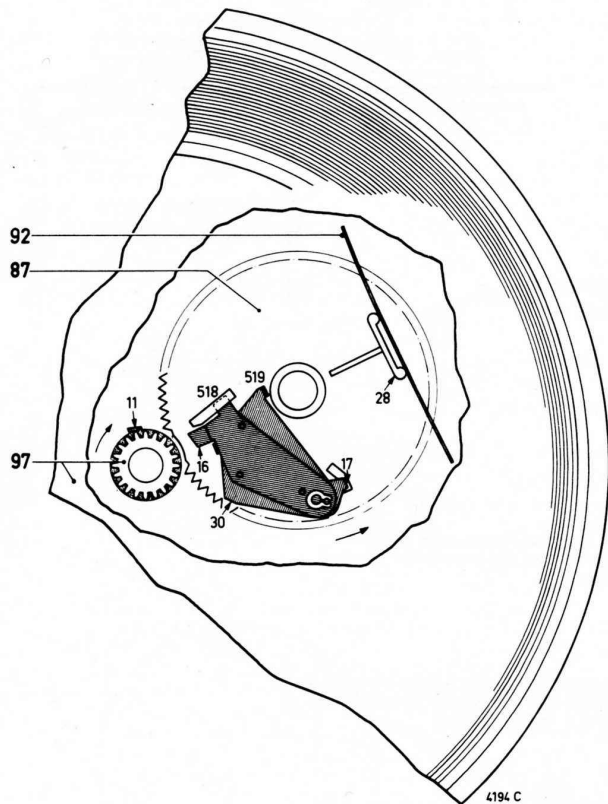
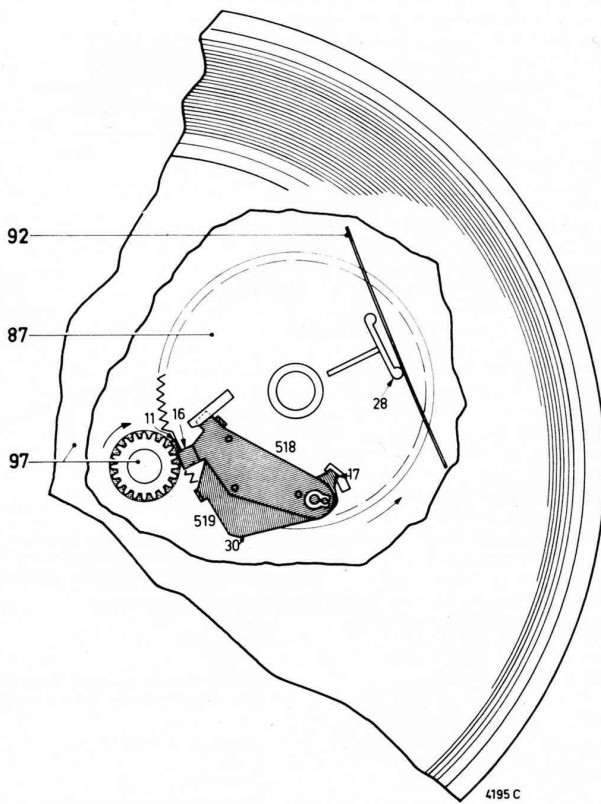
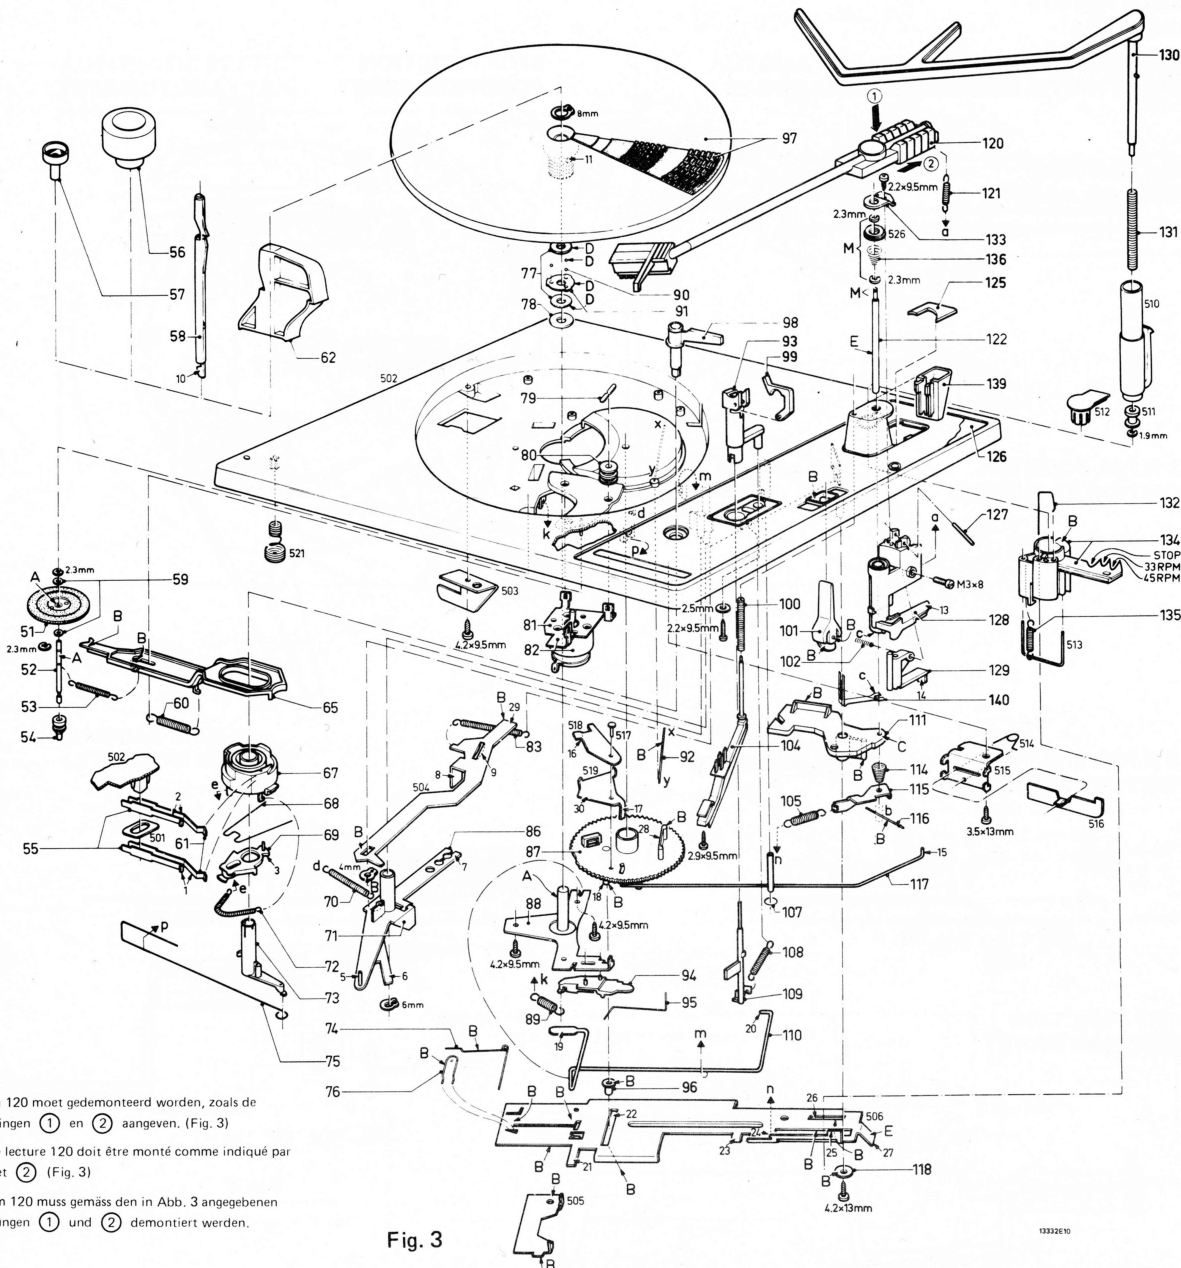

Fig. 1
Fig. 2
Fig. 3
AUTOMATISCHE WISSELWERKING (fig. 1, 2 en 3)
Plaats liftknop 101 in de gedaalde stand (Fig. 3). Beugel 10 van wisselpen 58 wordt door veer 74 vergrendeld. Lip 19 van schakelbeugel 110 wordt door beugel 10 van wisselpen 58 omhooggedrukt, zodat lip 20 van schakelbeugel 110 vrijkomt van blokkeerbeugel 504. Draai knop 98 naar stand 33 of 45. In stand 33 worden de kontakten 1 van de schakelveren 55 en 61 door knopschijf 67 gesloten. Motor 82 gaat 33 omw/min draaien. In stand 45 worden de kontakten 1 en 2 van de schakelveren 55 en 61 door knopschijf 67 gesloten. Motor 82 gaat dan 45 omw/min draaien. Tevens wordt blokkeerbeugel 504 in stand 45 door knopschijf 67 verplaatst, hetgeen noodzakelijk is voor de opzetcyclus. In stand 33 wordt blokkeerbeugel 504 niet verplaatst en heeft dus al de juiste instelling voor de opzetcyclus. Wielte 4 van beugel 65 komt door knopschijf 67 uit zijn arrêr, zodat tussenwielas 52 met tussenwiel 51 door veer 53 naar de poelie van de motor 82 getrokken wordt.
De draaitafel 97 gaat nu draaien via tussenwiel 51. Pen 5 van stopbeugel 71 komt vrij. Stopbeugel 71 wordt door veer 70 achter lip 3 van beugel 69 vergrendeld. Lip 6 van beugel 86 brengt schakelbeugel 109 in een andere stand. Door nu knop 98 met knopschijf 67 naar start te draaien, wordt schakelstuk 94 door stang 75 verdraaid en door veer 89 in zijn arrêr getrokken. Knop 98 met knopschijf 67 komt door veer 68 weer in stand 33 of 45 te staan. Veer 95 verdraait tasterstang 117. Tasterstang 117 komt tegen lip 17 van schakelplaat 519 en verdraait deze. Fig. 1 toont de situatie voordat lip 17 van schakelplaat 519 verdraaid wordt. De gekoppelde meenemer 518 wordt ook verdraaid. Lip 16 van meenemer 518 komt nu in aanraking met nok 11 van de draaiende draaitafel 97. Fig. 2 toont de situatie na het verdraaien van schakelplaat 519 en meenemer 518. De kommandoschijf 87 komt uit zijn arrêr, welke tot stand komt door veer 92 en nok 28 van kommandoschijf 87. De kommandoschijf 87 wordt nu door de tandas van draaitafel 97 aangedreven, zodat de automatische wisselwerking is ingeleid. Nok 18 van kommandoschijf 87 is excentrisch opgesteld, zodat bij het rond-draaien van de kommandoschijf 87, de kommandobeugel 506 rechtlijnig zal worden voortbewogen. Kommandobeugel 506 gaat nu naar achter (richting p.u. arm 120).
ECHANGE AUTOMATIQUE (fig. 1, 2 et 3)
Placer le bouton lève-bras 101 en position abaissée (Fig. 3). L'étrier 10 de la broche d'échange 58 est bloqué par le ressort 74. La languette 19 de l'étrier de commutation 110 est poussée vers le bas de l'étrier 10 de la broche d'échange 58, de sorte que la languette 20 de l'étrier de commutation 110 se dégage de l'étrier de blocage 504. Tourner le bouton 98 en position 33 ou 45. En position 33, les contacts 1 des ressorts de commutation 55 et 61 sont fermés par la rondelle à bouton 67. Le moteur 82 tourne à 33 tours/min. En position 45 tours, les contacts 1 et 2 des ressorts de commutation 55 et 61 sont fermés par la rondelle à bouton 67. Le moteur 82 tournera alors à 45 t/min. Le moteur 82 tourne à 33 tours/min. L'étrier de blocage 504 en position 45 est déplacé par la rondelle à bouton 67, ce qui est nécessaire pour le cycle de mise en position. En position 33 tours, l'étrier de blocage 504 n'est pas déplacé et possède donc la position voulue pour le cycle de mise en position. La roulette 4 de l'étrier 65 de la rondelle à bouton 67 se débloque, de sorte que l'axe de la roue intermédiaire 52 avec la roue intermédiaire 51 est entraîné vers la poulie du moteur 82 par le ressort 53. La plaque 97 se mettra à présent à tourner à l'aide de la roue intermédiaire 51. La broche 5 de l'étrier d'arrêt 71 est déagée. L'étrier d'arrêt 71 est verrouillé derrière la languette 3 de l'étrier 69 par le ressort 70. La languette 6 de l'étrier 86 amène l'étrier de commutation 109 dans une autre position. En tournant le bouton 98 avec la rondelle à bouton 67 en position de démarrage, la pièce de commutation 94 est poussée par la tige 75 et le ressort 89, jusqu'à sa position de blocage. Le bouton 98 avec la rondelle à bouton 67 de par le ressort 68, se retrouve en position 33 ou 45. Le ressort 95 pousse la tige 117. La tige 117 est amenée contre la languette 17 de la plaque de commutation 519 et fait tourner celle-ci. En fig. 1, on verra la situation avant que la languette 17 ne fasse tourner la plaque de commutation 519. La pièce d'entraînement 518 qui y est couplée tourne aussi. La languette 16 de la pièce d'entraînement 518 touche à présent la came 11 du plateau tournant 97. En fig. 2 on voit la situation après que la plaque de commutation 519 et la pièce d'entraînement 518 aient tourné. Le disque de commande 87 est débloquent, situation qui était née à cause de la position prise par le ressort 92 et la came 28 du disque de commande 87. Le disque de commande 87 est à présent entraîné par l'axe denté du plateau 97, ceci engageant le fonctionnement automatique d'échange. La came 18 du disque de commande 87 est excentrique, de sorte que lorsque le disque de commande tourne, l'étrier de commande 506 sera déplacé en sens linéaire. L'étrier de commande 506 va à présent en arrière (en direction du bras de lecture 120). La languette 8 de l'étrier de blocage 504 appuie contre la languette 24 de l'étrier de commande 506. Lors du mouvement vers l'arrière de l'étrier de commande 506, l'étrier de blocage 504 est graduellement libéré et est tiré par le ressort 83 en direction du bras de lecture 120. Par la languette 27 de l'étrier de commande 506, l'axe de soulèvement 122 est progressivement soulevé et avec lui, le bras de lecture 120. Lors du soulèvement du bras de lecture, l'étrier de commutation 109 est graduellement dégaî. Le ressort 108 soulève l'étrier de commutation 109. Dès que la position la plus élevée de l'axe de soulèvement 122 est atteinte, le bras de lecture 120 a aussi atteint son niveau maximum. La languette 25 de l'étrier de commande 506 appuie contre l'axe 116, de sorte que l'axe de soulèvement 122 se met à tourner. La rondelle de couplage 12 de l'axe de soulèvement 122 fait tourner le bras de lecture 120 vers l'extérieur par l'intermédiaire de l'étrier 507. L'étrier 132, qui se place dans l'entaille 26 de l'étrier de commande 506, est à présent commandé. Le boîtier 134 avec l'étrier 513 se met à tourner. L'étrier 513 est bloqué par la patte 29 de l'étrier de blocage 504. Le boîtier 134 a à présent atteint la position voulue pour le diamètre de mise en place. L'axe 10 de la broche d'échange 58 est amené dans une autre position par le ressort 76, de sorte qu'un disque est libéré. Par là même, la pièce de commutation 94 est placée dans sa position de départ par la languette 21 de l'étrier de commande 506. Cet étrier de commande 506 se déplace maintenant vers le centre (direction axe du plateau). Le bras de lecture 120 se déplace vers le haut et vers le centre et ceci de la manière suivante: l'axe 116 appuie contre la languette 25 de l'étrier 506. Lors du mouvement vers le centre de l'étrier de commande 506, l'axe 116 est libéré et est tiré vers l'intérieur par le ressort 105.
AUTOMATISCHE FUNKTION BEI WECHSELVORGANG (Abb. 1, 2 und 3)
Den Lifthebel 101 in die niedrige Stellung bringen (Abb. 3). Der Bügel 10 des Wechselstifts 58 wird durch die Feder 74 verriegelt. Die Lippe 19 des Schaltbügels 110 wird durch den Bügel 10 des Wechselstifts 58 nach unten gedrückt, so dass die Lippe 20 des Schaltbügels 110 vom Blockierbügel 504 befreit wird. Den Schalterknopf 98 in Stellung 33 oder 45 bringen. In Stellung 33 werden die Kontakte 1 der Schaltfedern 55 und 61 durch die Knopfscheibe 67 geschlossen; der Motor 82 dreht dann mit 33 UpM. In Stellung 45 werden die Kontakte 1 und 2 der Schaltfedern 55 und 61 durch die Knopfscheibe 67 geschlossen. Der Motor 82 dreht dann mit 45 UpM. Gleichzeitig wird der Blockierbügel 504 durch die Knopfscheibe 67 in Stellung 45 verschoben, was für den Aufsetzvorgang notwendig ist. In Stellung 33 wird der Blockierbügel 504 nicht verschoben und weist daher bereits die richtige Einstellung für den Aufsetzvorgang auf. Die Scheibe 4 des Bügels 65 kommt durch die Knopfscheibe 67 aus ihrer Grundstellung, so dass die Zwischenradachse 52 mit dem Zwischenrad 51 durch die Feder 53 zum Pulley des Motors 82 gezogen wird. Der Plattenteller 97 dreht dann über das Zwischenrad 51. Der Stift 5 des Stoppbügels 71 wird frei. Dieser Stoppbügel 71 wird durch Feder 70 hinter Lippe 3 des Bügels 69 verriegelt. Die Lippe 6 des Bügels 86 bringt Schaltbügel 109 in eine andere Stellung. Indem man jetzt Schalterknopf 98 mit Knopfscheibe 67 auf Start dreht, wird das Schaltteil 94 durch Stange 75 gedreht und durch Feder 89 in den Anschlag gebracht. Der Schalter 98 mit Knopfscheibe 67 kommt durch Feder 68 wieder in Stellung 33 oder 45. Die Feder 95 dreht die Taststange 117. Die Taststange 117 kommt an Lippe 17 der Schaltplatte 519 und dreht diese. Abbildung 1 zeigt die Situation, bevor Lippe 17 der Schaltplatte 519 gedreht wird. Der gekoppelte Mitnehmer 518 wird dadurch auch gedreht. Die Lippe 16 des Mitnehmers 518 kommt jetzt mit Nabe 11 des drehenden Plattentellers 97 in Berührung. Abbildung 2 stellt die Situation nach dem Drehen der Schaltplatte 519 und des Mitnehmers 518 dar. Die Kommandoscheibe 87 kommt aus ihrer Grundstellung, in der sie durch die Feder 92 und den Nocken 28 der Kommandoscheibe 87 gekommen war.
Pu arm 120 moet gedemonteerd worden, zoals de handelingen ① en ② aangeven, (Fig. 3)
Bras de lecture 120 doit être monté comme indiqué par ① et ② (Fig. 3)
Tonarm 120 muss gemäss den in Abb. 3 angegebenen Handlungen ① und ② demontiert werden.